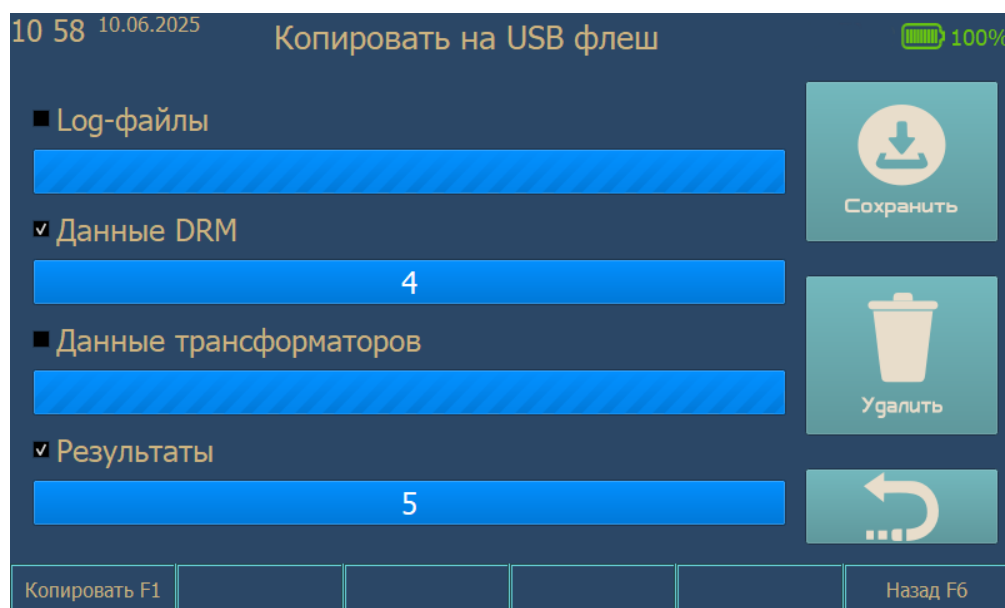

Рис. 23. Сохранение данных на USB-флеш
- 3.1.4.1 Пункт меню «Сохранить результаты» позволяет сохранить на подключенный флеш-диск хранимые во внутренней памяти данные. Внешний вид окна сохранения результатов представлен на рис. 23.